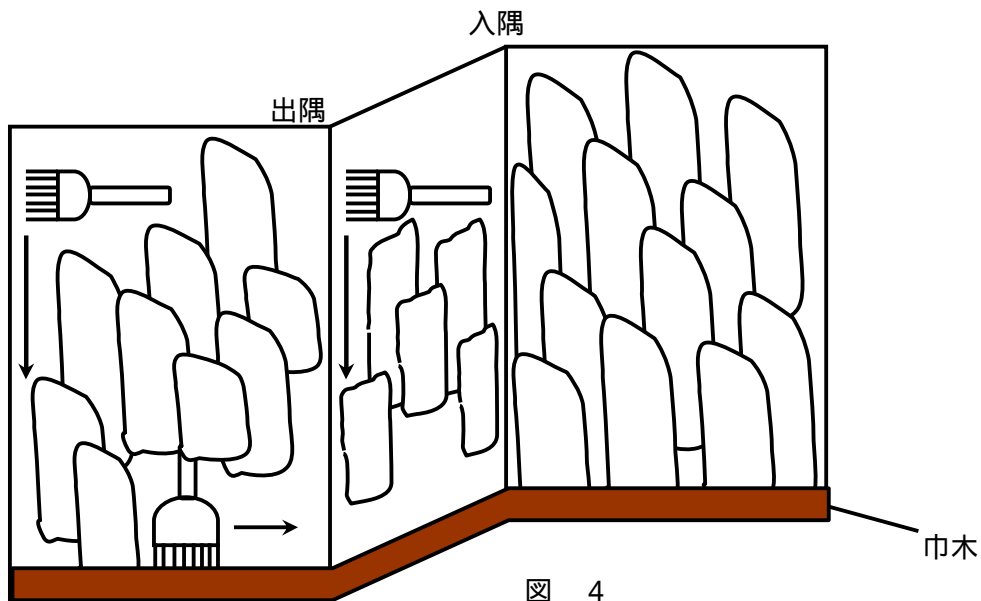

図 4
- ・入隅や出隅、幅木のちりは、ジョリパットが乾燥する前に水を浸した刷毛（平刷毛など）で押さえるとキレイに納まります。（図 4）